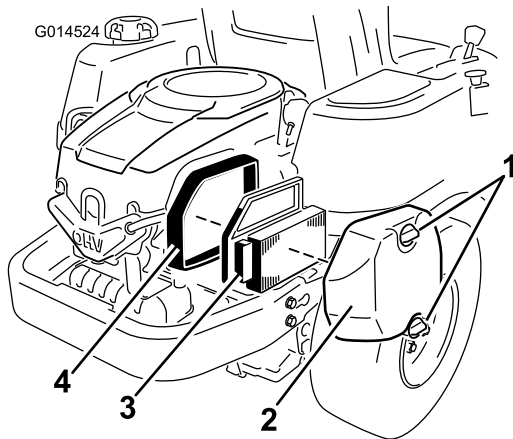

Figura 28
1. Togliete il coperchio del filtro dell'aria (Figura 28).
2. Rimuovete l'elemento del filtro dell'aria con la tenuta in gomma integrale (Figura 28).
5. Installate l'elemento del filtro dell'aria con il lato pieghettato rivolto verso l'esterno e appoggiate la tenuta in gomma sui bordi della base del filtro dell'aria (Figura 28).
6. Rimontate il coperchio del filtro dell'aria e fissateli con le due manopole (Figura 28).